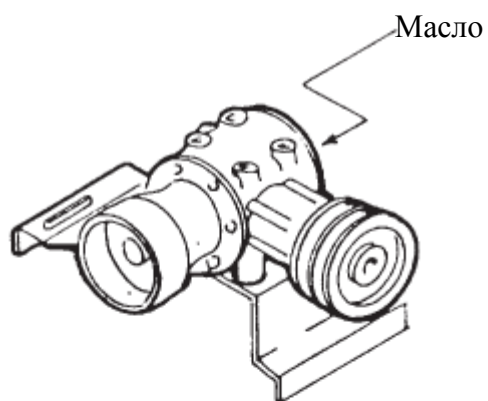

Рис. 9 / 11
- Проверить уровень масла в редукторе ВОМ (см. рис. 9).